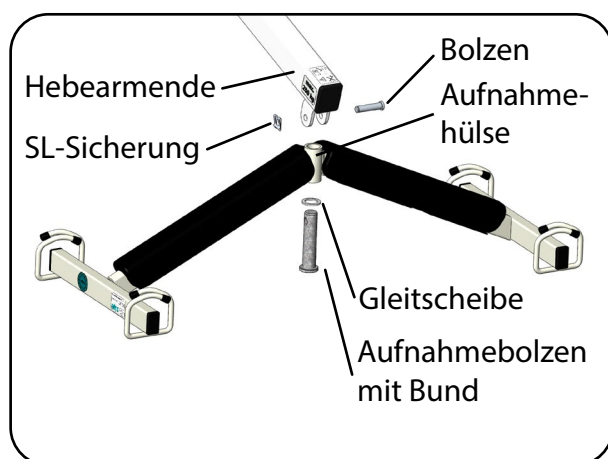

Abb. 6.2.07 - Montage Transportbügel
14. Zur Montage des Transportbügels entfernen Sie den, zum Transport befestigten, Bolzen mit SL-Sicherung und den Aufnahmebolzen mit Bund am Ende des Hebearms (Abb. 6.2.07). Damit haben Sie den Aufnahmebolzen mit Bund vom Hebearm getrennt.
16. Stecken Sie den Aufnahmebolzen mit Bund zusammen mit der Gleitscheibe von unten durch die Aufnahmehülse des Transportbügels (Abb. 6.2.07). Die Gleitscheibe liegt dabei auf dem Bund des Aufnahmebolzens.